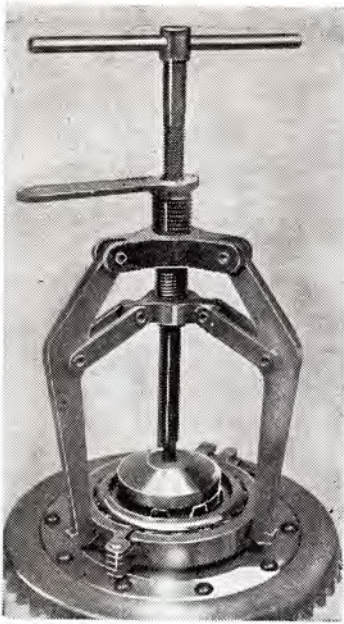

Abb. 103
1. Die Kegelrollenlager 30215 (30214, 30216) sind mit Hilfe einer Spezial-Demontagvorrichtung (Abb. 103) auszubauen.